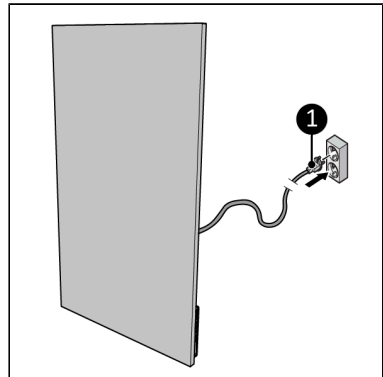

Abbildung 64.
2. Stecken Sie den Netzstecker (Abbildung 64, Pos. 1) in eine leicht zugängliche geerdete Steckdose. Verwenden Sie eine geerdete Steckdose mit einer Mindestleistung von 1000 Watt.